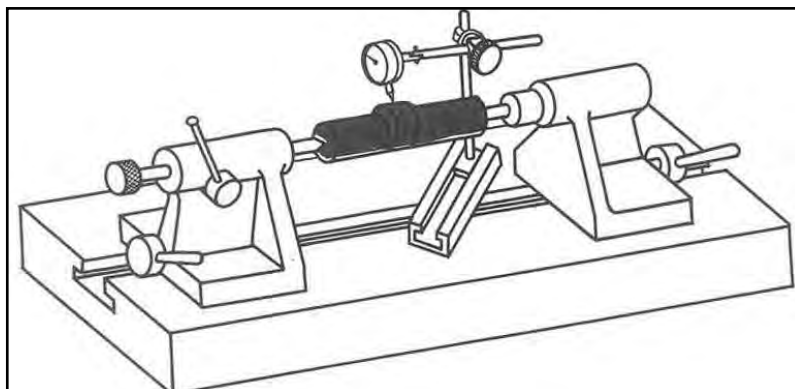

Figura 38 – Verifica dell'eccentricità del pezzo.
4. **Se necessario, verificare l'eccentricità del pezzo**, utilizzando un comparatore e facendo ruotare lentamente il pezzo (a mano) dopo averlo fissato tra le punte (vedere la Figura 38).